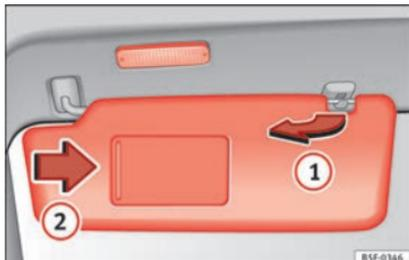

Abb. 141 Sonnenblende.
- Aus der Halterung herausziehen und zu der Tür schwenken » Abb. 141 ①.